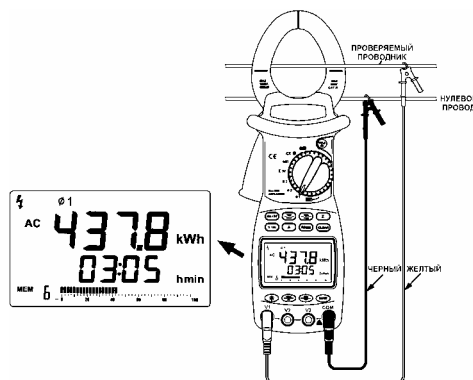

Рисунок 11. Измерение потребляемой энергии
- а. Для измерения потребляемой энергии сигнал напряжения необходимо подать на входные гнезда прибора "V1" и "COM", а клещи датчика тока должны охватывать один из двух проводов подключения нагрузки (см. рис.11); установите поворотный переключатель в положение "Ø1". Теперь прибор готов к измерению потребляемой энергии.